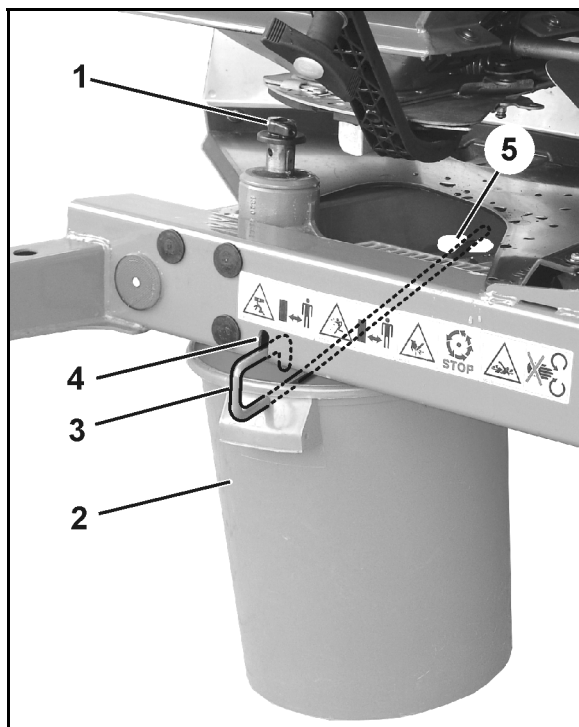

Fig. 49
Deșurubați șurubul fluture (Fig. 49/1) pentru fixarea discului de împrăștiere și scoateți discul de împrăștiere de pe arborele cu pinion.
2. Suspendați buncărul de colectare (Fig. 49/2) cu ajutorul etrierului (Fig. 49/3) în suporturi (Fig. 49/4 și Fig. 49/5) la cadru.